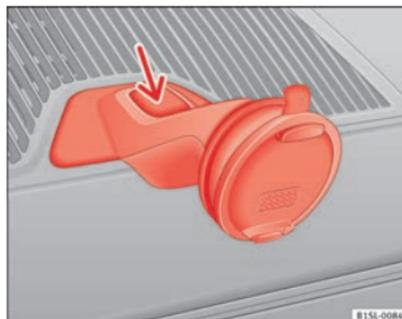

Fig. 128 Desmonte el alojamiento del navegador.
- Pulse la tecla de desbloqueo del alojamiento ⇒ fig. 128 (flecha).